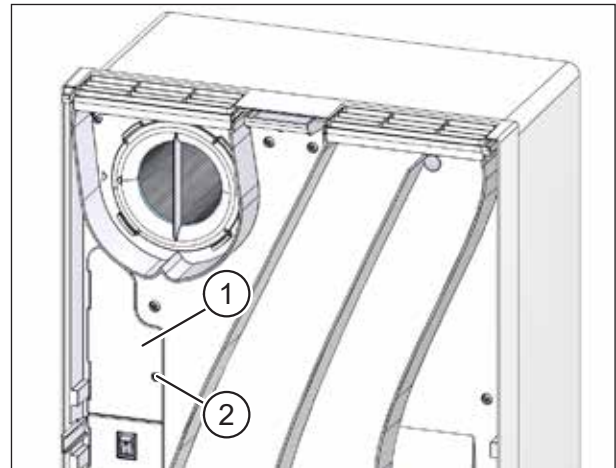

Abb. 49: Elektronikabdeckung befestigen
- ▶ Setzen Sie die Elektronikabdeckung (Pos. 1 in Abb. 49) in das Lüftungsgerät ein.
- ▶ Befestigen Sie die Elektronikabdeckung mit der Torx-Schraube (Pos. 2 in Abb. 49).